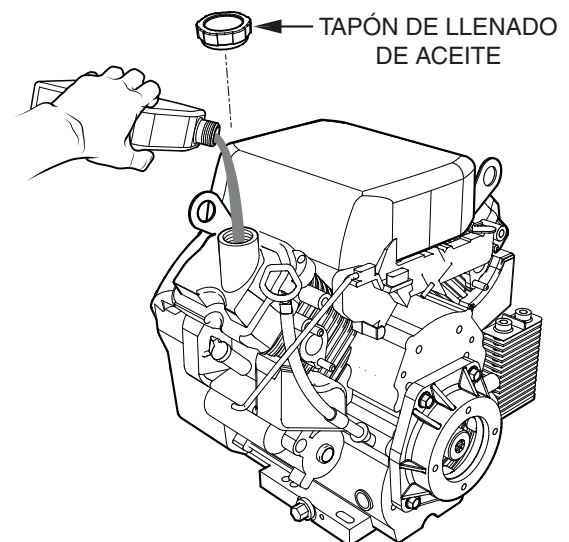

Figura 10. Orificio de llenado de aceite del motor
4. Si el nivel es bajo, quite el tapón de llenado de aceite (Figura 10) y llene hasta el nivel seguro de operación (máx.) indicado en la varilla. Llene con el aceite recomendado en la Tabla 4. La capacidad máxima de aceite es de 1,9 cuartos (1,8 litros).